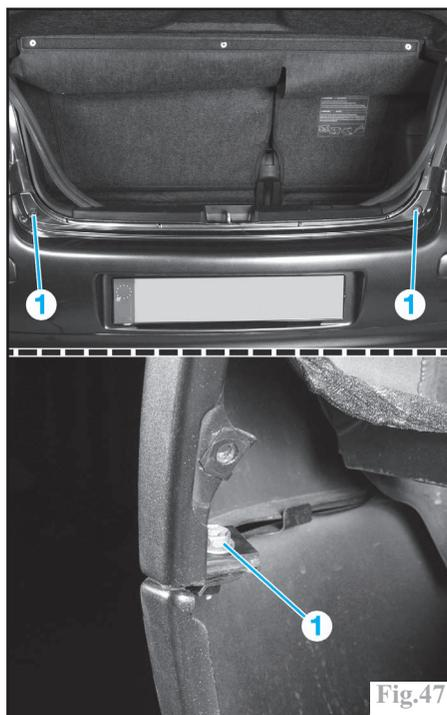

Fig.48
- les fixations inférieures (2) de la traverse de renfort (Fig.48).
- les fixations supérieures (3) de la traverse de renfort.